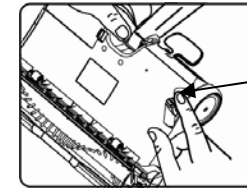

Fig. 17
3. Presione en la traba del panel de acceso de la correa y levántelo para removerlo. (Fig. 17)